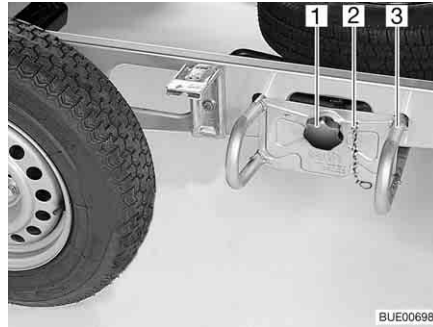

Bild 216 Reservhjulshållare
- Haka ur säkringskedjan (Bild 216,2).
- Lossa och skruva ut rattskruven (Bild 216,1).
- Dra ut reservhjulshållaren (Bild 216,3) ca 10 cm och lägg ned den på marken.